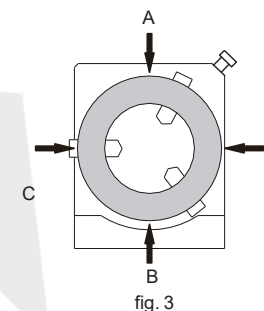

fig. 3
- Ajuste o suporte do indicador de modo a que a sonda do indicador entre em contacto com a superfície de medição do anel de regulação e rode o volante para observar a leitura do indicador. Quando o orifício de regulação A estiver na posição superior (Fig. 3), coloque a leitura do indicador a zero e, quando o orifício de regulação B estiver na posição superior, registre a leitura do indicador. Se A for maior do que B,